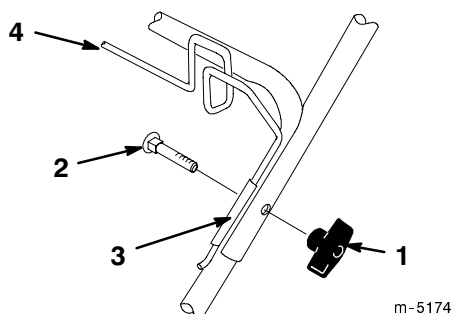

Figure 43
- Enlevez le bouton et le boulon de fixation des parties inférieure et supérieure du mancheron (Fig. 43).
- Maintenez un collier à l'intérieur d'un des côtés du mancheron et insérez un boulon dans les trous du collier, depuis l'intérieur du mancheron (Fig. 43).
- Desserrez les boutons, montez ou descendez le crochet de suspension dans les colliers, puis resserrez les boutons (Fig. 43). Si ce réglage n'est pas suffisant, passez au point C.
- Enlevez les boulons et les boutons de fixation du collier sur les moitiés du mancheron (Fig. 43).